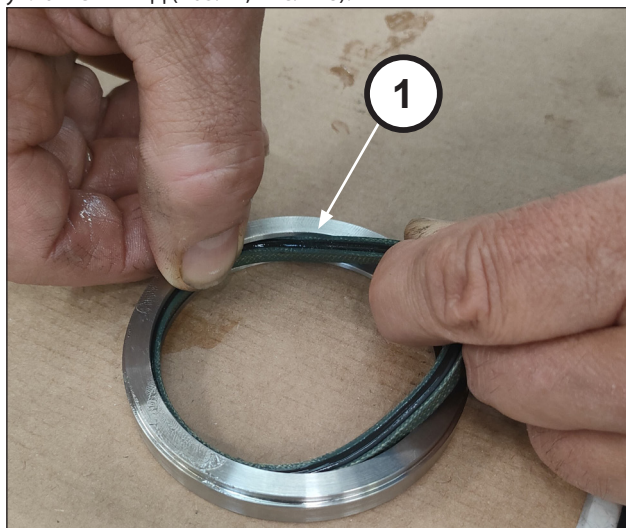

Рис. 148
Вставьте уплотнение низкого давления в кольцо уплотнений НД (поз. ①, Рис. 148).